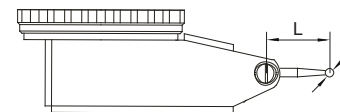

fig.6
3. Ogni tipo di comparatore ha una lunghezza specifica dello stilo (L, fig. 6). Se la lunghezza non è corretta, si verificherà un errore di misurazione. Fare riferimento alla tabella seguente per scegliere lo stilo corretto.